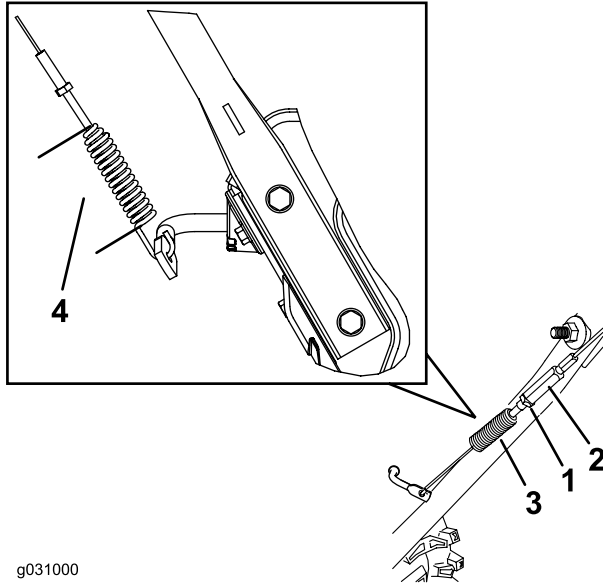

Figure 32
4. Serrez l'écrou de blocage (Figure 32) en vérifiant que le câble est légèrement tendu.